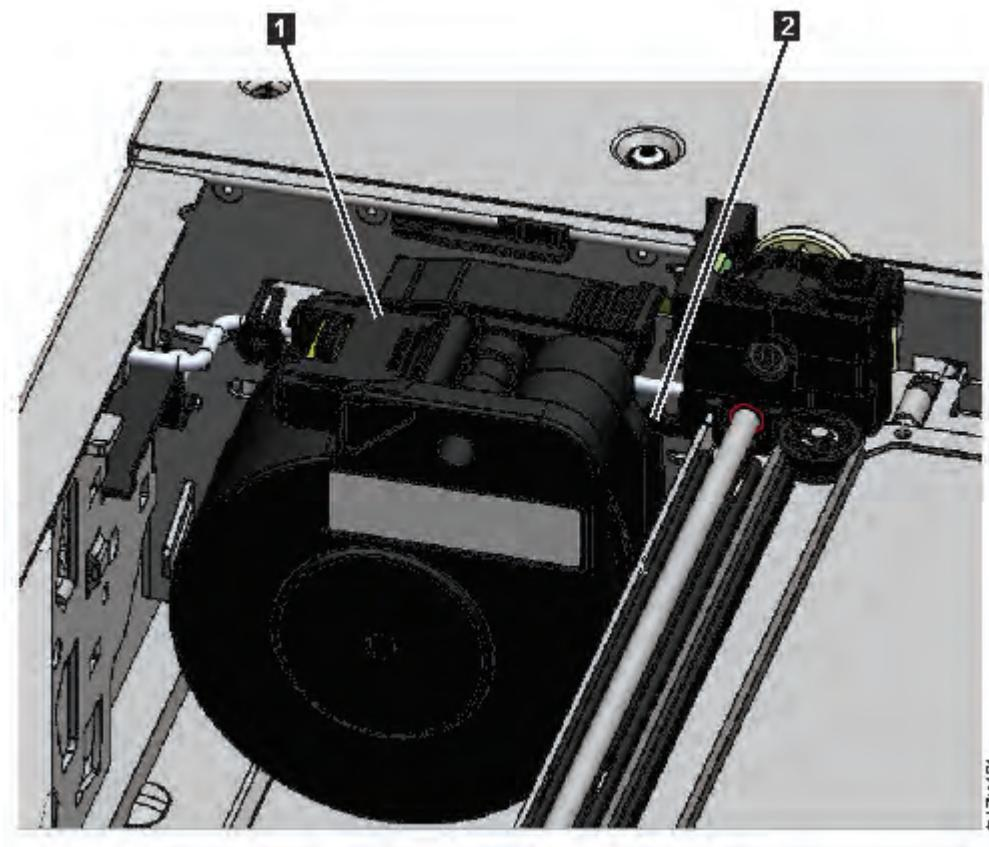

Figure 84. Câble d'enroulement en position arrêtée
Remarque : Notez l'emplacement où l'extrémité du câble d'enroulement pivote dans le manipulateur. Il est important de le savoir lorsque vous fixerez le nouveau câble d'enroulement au manipulateur. Découvrez 2 dans Figure 84, à la page 188.
9. Placez le connecteur d'enroulement (1 dans Figure 84, à la page 188) en position de rangement.